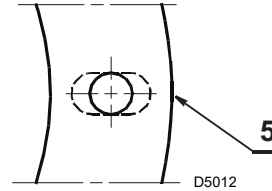

Abb. 9
- Falls erforderlich die Bohrungen der Isolierdichtung (Abb. 9) verbreitern, aber Vorsicht, nicht beschädigen.